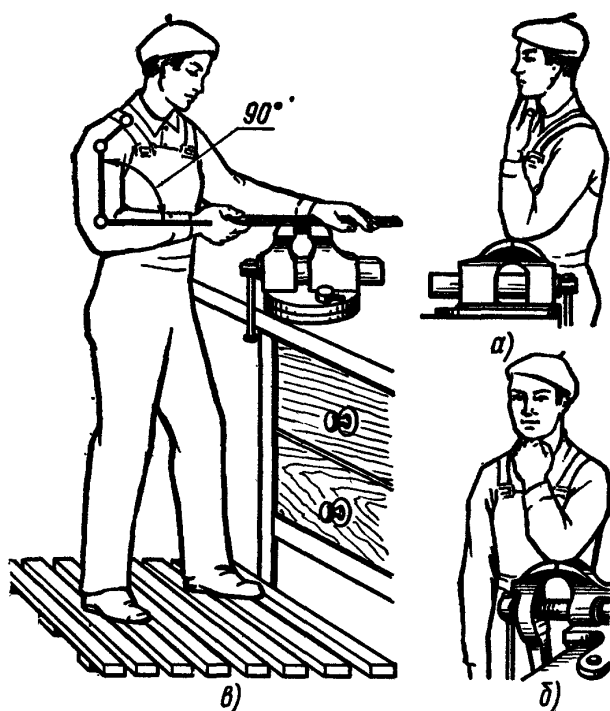

Рис. 4. Установка тисков по росту:
1. При параллельных тисках согнутую в локте левую руку ставят на губки тисков так, чтобы концы выпрямленных пальцев руки касались подбородка (рис. 4, а).
ная на губки тисков, касается подбородка согнутыми в кулак пальцами (рис. 4, б).
3. Угол (между плечом и предплечьем) при работе напильником, ножовкой должен составлять  $90^\circ$  (рис. 4, в).